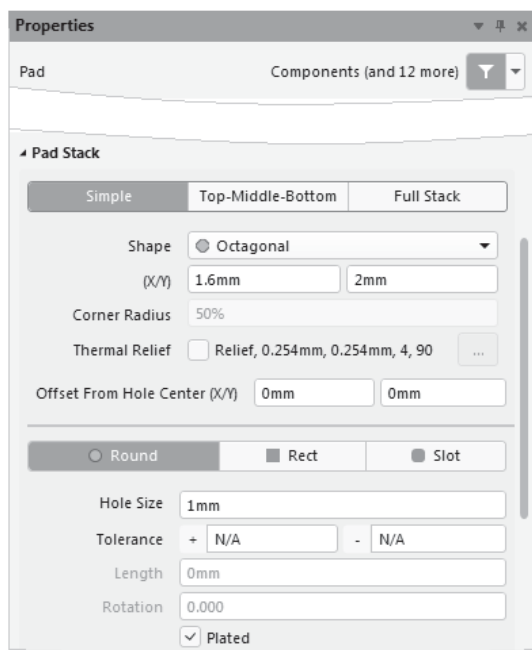

Рис. 7.23. Групповое редактирование контактных площадок
6. Щелчком на кнопке **OK** закрыть диалоговое окно группирования признаков. При этом автоматически активизируется панель **Properties** (рис. 7.23).
7. Для редактирования свойств группы присвоить необходимым параметрам новые значения (рис. 7.23):